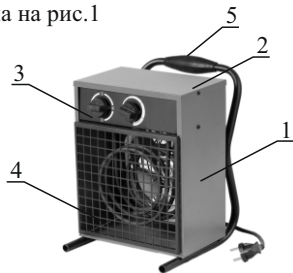

рис.1 Тепловентилятор
5.1 Схема тепловентилятора представлена на рис.1
5.5 Электрическая схема тепловентилятора представлена на рис.1 Приложения.